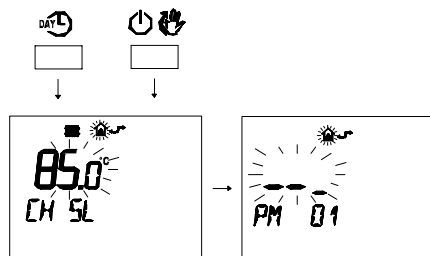

Figura 5.40
- Premere contemporaneamente i pulsanti e per entrare nella programmazione trasparente (Figura 5.40).